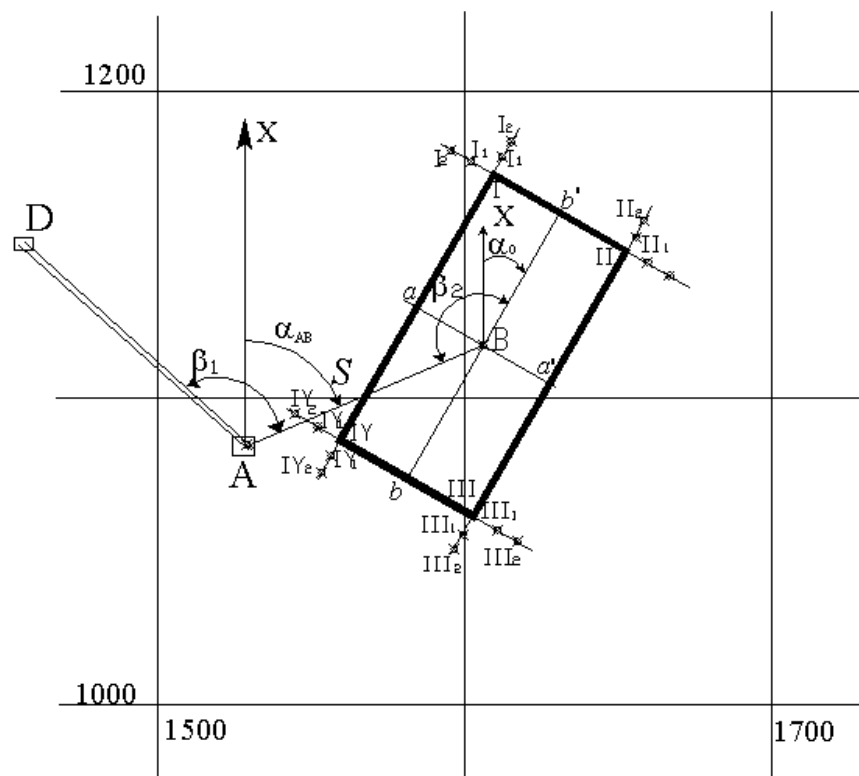

Рисунок 1. Пояснительная схема к проекту разбивки здания на промышленной площадке карьера.
В соответствии с генеральным планом промышленной площадки карьера требуется перенести в натуру здание размером 110x50,0 м. Координаты центра (**B**) здания (X_B, Y_B) и дирекционный угол (α_0) продольной оси здания приведены в таблице 2. Проект разбивки здания составить на миллиметровке в масштабе 1:1000 (см. рисунок 1).
откладывают горизонтальное проложение S и фиксируют на промышленной площадке точку B . (рис.1).
6) Разбивка в натуре углов здания (I, II, III, IV) производится от осей здания. Устанавливают теодолит в точке a , визируют на точку B откладывают угол 90° и половину продольного размера здания и закрепляют на площадке точку I . Затем откладывают угол 90° в противоположную сторону и половину продольного размера здания и фиксируют в натуре точку II . Аналогичным образом закрепляют на промышленной площадке углы здания III и IV . Контроль разбивки здания осуществляется по створности линий $I-a-IV$ и $II-a'-III$ (см. рисунок 1). При этом отклонение от створа не должно превышать ± 5 мм.
7) Закрепление строительных осей стен здания производится методом створной выноски. Каждая из четырех осей здания закрепляется 4 пунктами - по 2 пункта с каждой стороны (см. рисунок 1).